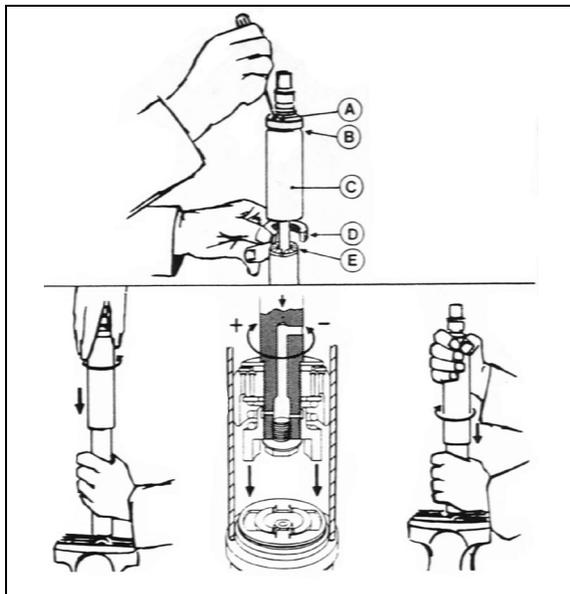

FIGURE 37: AMORTISSEUR PNEUMATIQUE 18643
Pour régler la vitesse du cycle d'ouverture et de fermeture sur l'amortisseur (Figure 37) :
8. Fermer complètement l'amortisseur tout en pivotant lentement le capot pare-poussière ou la tige piston dans le sens antihoraire jusqu'à sentir que les cames de l'écrou de réglage entrent dans les encoches de l'ensemble de clapets (Figure 37).
Voir Figure 37, s'il y a une marque (B) sur le capot pare-poussière (C) et que le capot possède deux trous (A), l'amortisseur est muni d'une butée en caoutchouc (D). Si tel est le cas, étendre complètement l'amortisseur et insérer une barre ronde ou un tournevis dans les trous. Pousser la butée en caoutchouc vers le bas et la retirer. Enlever la bague fendue en plastique (E) (le cas échéant) de la tige piston.
Si une butée de caoutchouc avait été installée, la remettre dans le capot pare-poussière. En fermant complètement l'amortisseur, la butée se placera dans la partie supérieure du capot pare-poussière. Remettre en place la bague fendue en plastique (E) (Figure 37)